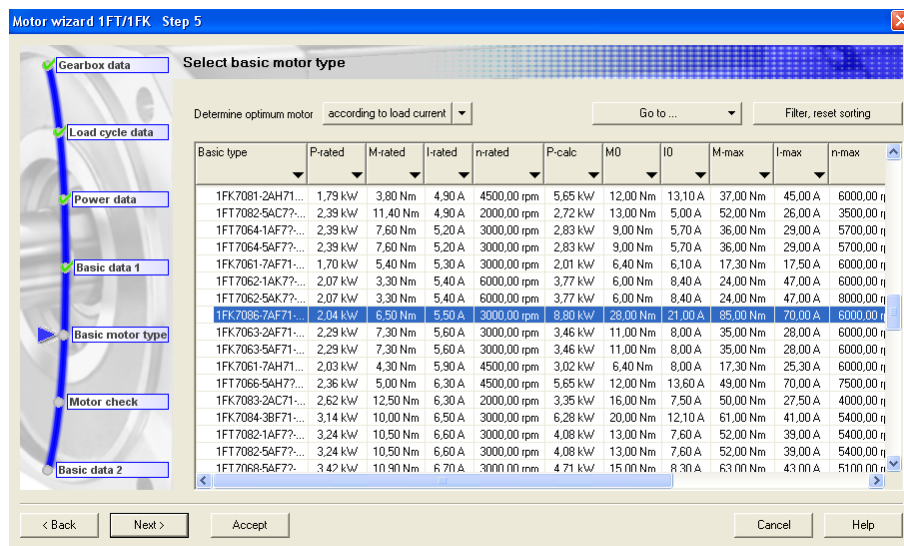

Figura 3.2.24 "Select basic motor type"
Paso 5 *Select basic motor type* (figura 3.2.24): como se puede observar en la figura, en este paso se procede a la selección del motor que mejor se adapte al sistema mecánico asociado y a las opciones anteriormente seleccionadas. Para ello se tiene la herramienta *Determine optimum motor*, la cual mostrará el motor óptimo dependiendo del criterio que se seleccione, en este caso se tienen tres opciones, *According to load current* (de acuerdo con la corriente de carga), *According to frame size* (de acuerdo